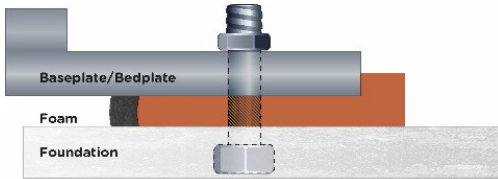

Figure 6 – Réparation complète
- e) Retirer le morceau de métal/bois de l'avant de la digue en frappant doucement avec un marteau ou un maillet. La réparation doit avoir l'apparence de la Figure 6 ci-dessous.